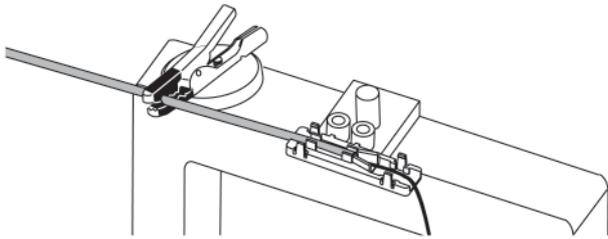

Figura 11
**6.8** Posicione o cordão de modo a que a sua extremidade fique dentro das abas de agarrar da parte inferior do BTF (Figura 11).